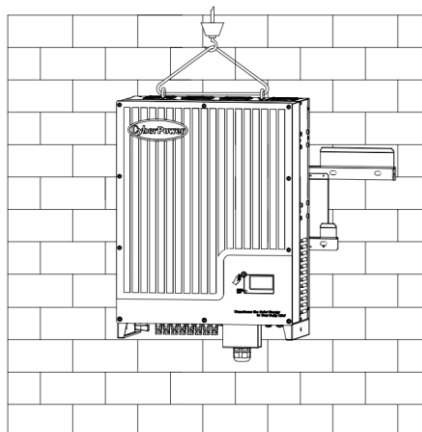

Fig. 5.5
- Accrochez l'onduleur photovoltaïque au support en insérant les crochets du support dans la partie arrière de l'onduleur photovoltaïque (voir la Figure 5.5).